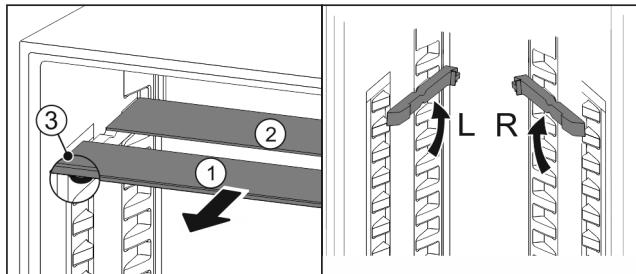

Fig. 19
- Vytiahnite sklené dosky jednotlivo dopredu Fig. 19 (1).
- Sklená doska Fig. 19 (1) s ozdobnou lištou leží vpred.
- Zarážky Fig. 19 (3) ukazujú nadol.